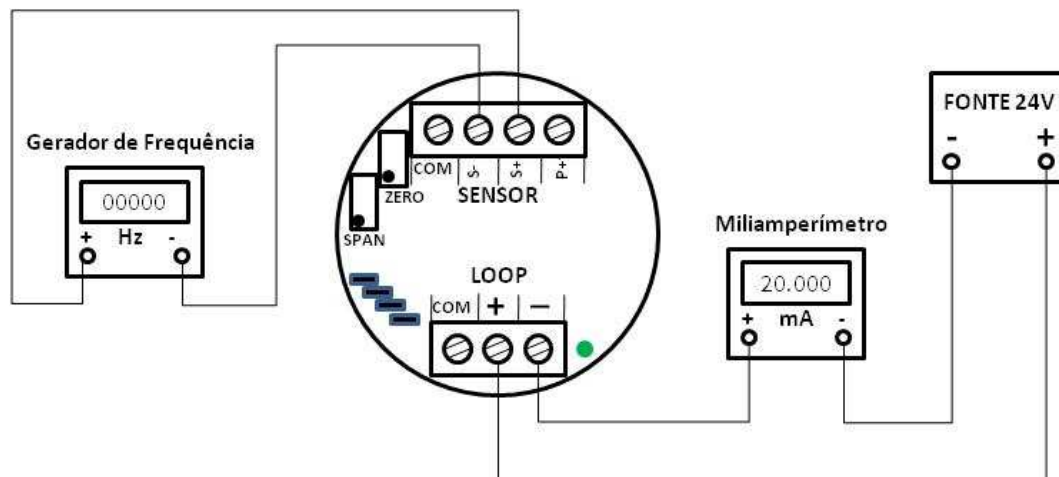

Fig. 6
3. Seguindo o diagrama abaixo (Fig. 6), ligue um miliamperímetro em série com a placa e a alimente uma fonte regulada de 24 Vcc.
3. Seguindo o diagrama abaixo (Fig. 6), ligue um gerador de frequências nos pontos de entrada +S e -S, e prepare a alimentação conforme especificado na placa de identificação do instrumento, mas mantenha o interruptor S1 desligado.